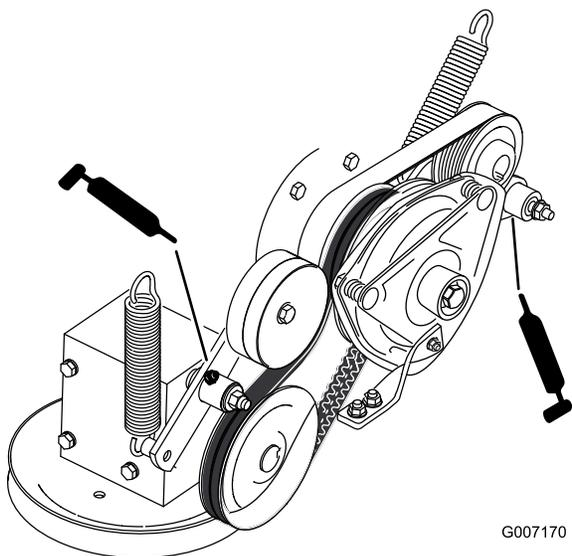

Bild 56
8. Fetten Sie den Spannarm des Zapfwellenkeilriemens ein (**Bild 56**).
9. Fetten Sie den Spannarm des Pumpenriemens ein (**Bild 56**).